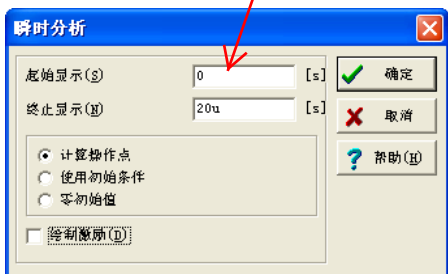
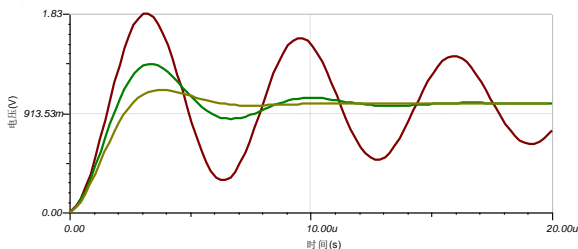

图 88 瞬态分析参数设置
图 89 三种电阻值下的串联谐振电路瞬时波形
② 瞬态现象：执行【分析|瞬态现象】菜单命令，如图 88 所示设置瞬态分析参数，三种不同电阻值时的串联谐振电路瞬态扫描波形如图 89 所示。